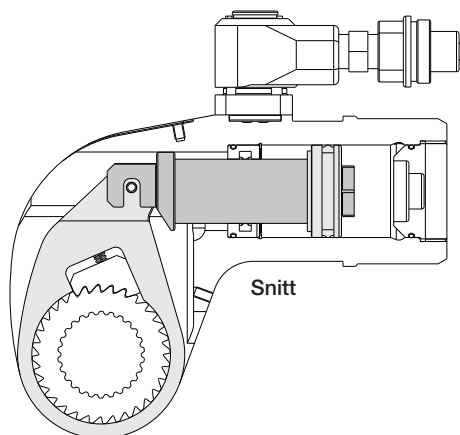

Fig. 20
5.3.6 – Sette sammen og installere stampelet igjen (Fig. 20 og 22)